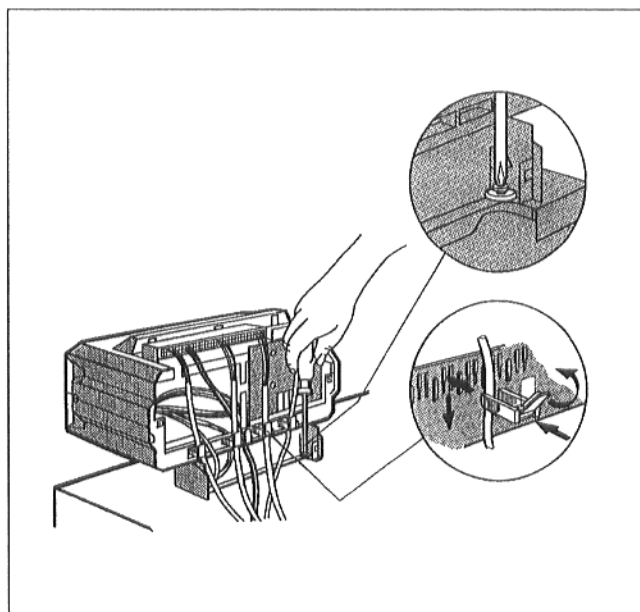

Рис. 16 Принципиальное изображение
- Привинтить цоколь устройства регулирования внутри справа и слева в кабельном проходе с помощью 2 винтов к переднему кожуху котла (Рис. 16).
- Все линии необходимо закрепить посредством кабельных зажимов: Вставить кабельный зажим с вложенной в него линией сверху в прорезь рамы зажима; плечо рычага при этом должно быть направлено вверх. Подать вниз кабельный зажим и сжать его. Повернуть рычаг вверх (Рис. 16).